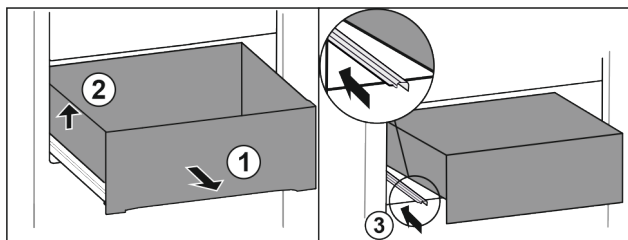

Fig. 62
- ▶ Vytáhněte zásuvku až na doraz. Fig. 62 (1)
- ▶ Nadzvedněte zásuvku vlevo. Fig. 62 (2)
- ▶ Zasuňte levou kolejničku. Fig. 62 (3)